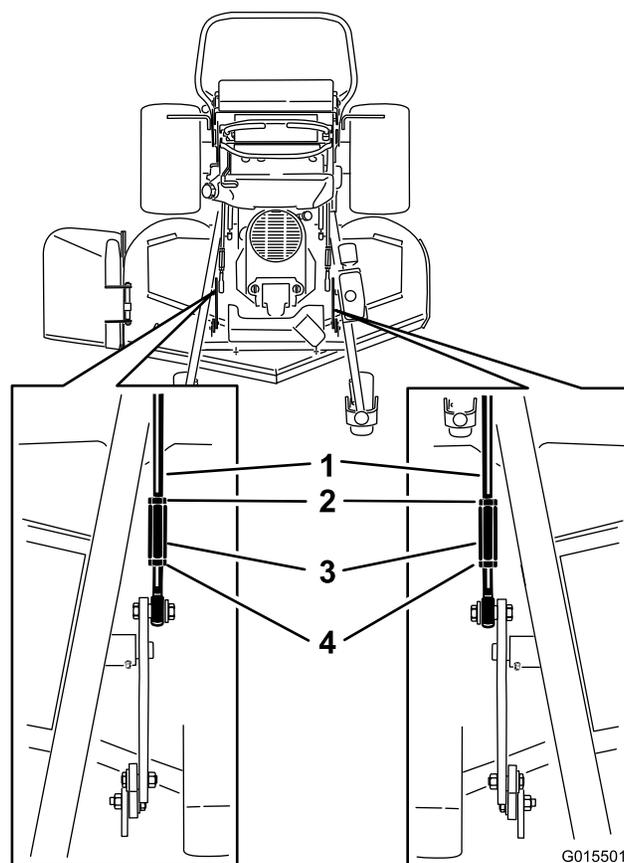

Figure 95
3. Pour les tabliers de coupe de 152 cm (60 po), desserrez les deux écrous avant et arrière et les biellettes de relevage sur les tiges de réglage (Figure 95).
5. Pour les tabliers de coupe de 152 cm (60 po), serrez les biellettes de relevage (Figure 95).